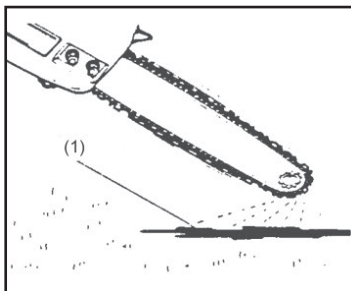

Рис. 10
После запуска двигателя, запустите цепь на средней скорости и посмотрите, чтобы цепное масло (1) распылялось так, как показано на Рис. 10. Масло должно распыляться оставляя след без подтеков.